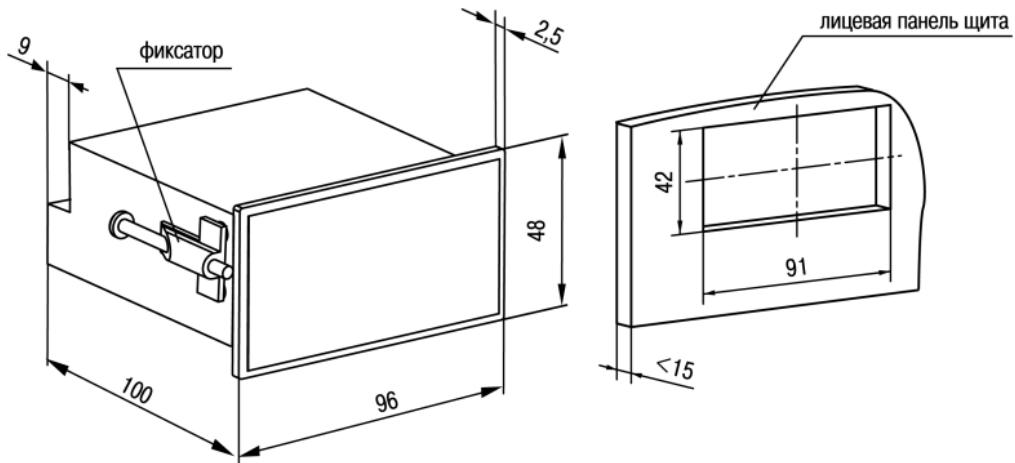

Рисунок 4.4 – Габаритные размеры корпуса Щ2
1. Подготовить на щите управления место для установки прибора (см. рисунок 4.4).